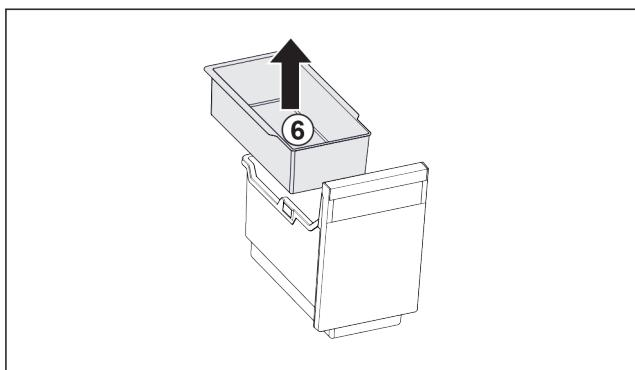

Fig. 30
- Odoberte závesnú misku Fig. 30 (6).